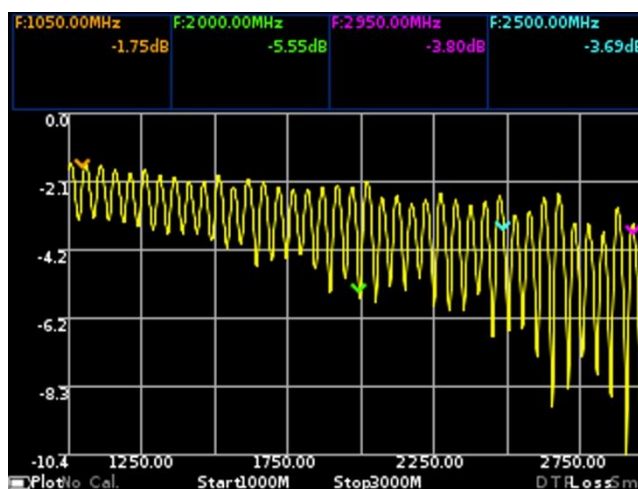

Рисунок 10.14 – График измерений потерь в кабеле
10.8.1. Вносимые кабелем потери зависят от частоты сигнала. Чем выше частота, тем больше потери. Обычно, производители кабелей указывают потери своих кабелей на одной или нескольких частотах. Для определения потерь для определенного диапазона частот или при использовании кабеля, потери которого неизвестны, используется график определения потерь в кабеле (Рисунок 10.14). На экране прибора, график отображается как **Loss**.